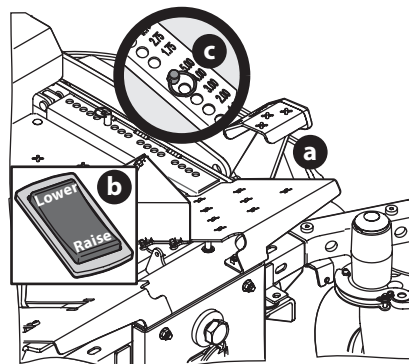

Fig. 27
1. Utilisez la pédale de levage du plateau de coupe (a) ou appuyez sur l'arrière de l'interrupteur électrique de levage du plateau de coupe (b) (le cas échéant) pour lever le plateau de coupe à sa position la plus haute, placez l'axe de chape (c) fixé à la tondeuse dans le trou d'indexation souhaité sur l'indice de hauteur du plateau de coupe, puis relâchez lentement la pédale de levage du plateau de coupe (a) ou abaissez lentement le plateau de coupe en appuyant sur l'avant de l'interrupteur électrique de levage du plateau de coupe (b) (Fig. 27).